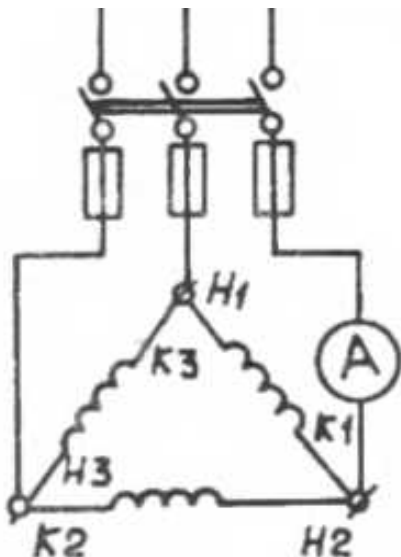

Рисунок 8
5.Ввімкнути двигун по схемі, рис. 8. Вимірювати пусковий та номінальний струми. Визначити кратність пускового струму.